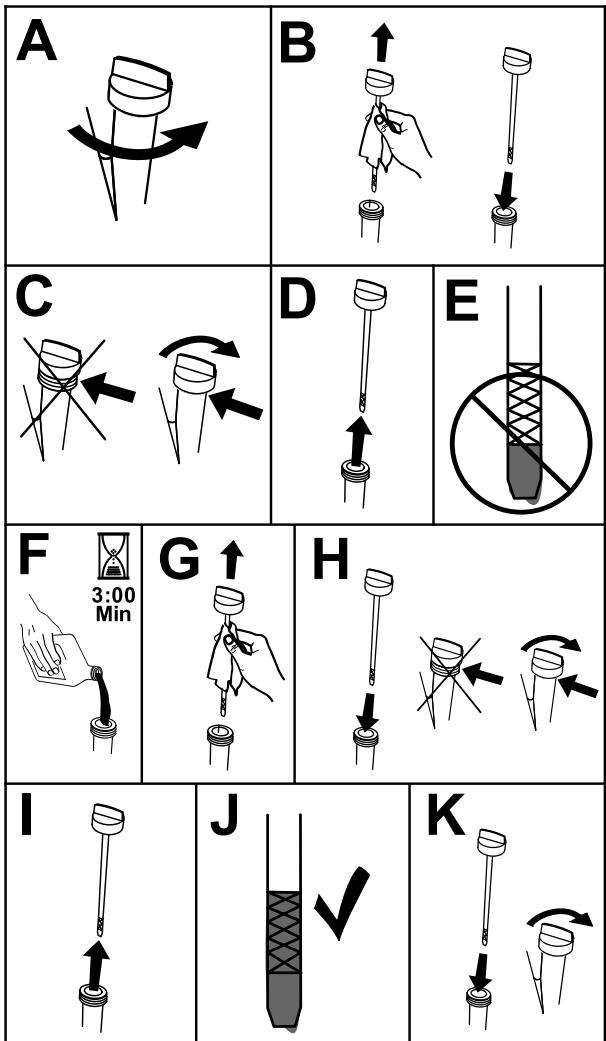

Figure 35
- Pour éviter de faire tomber de l'herbe, de la poussière, etc., dans le moteur, nettoyez la surface autour du bouchon de remplissage-jauge d'huile, avant de l'enlever (Figure 35).